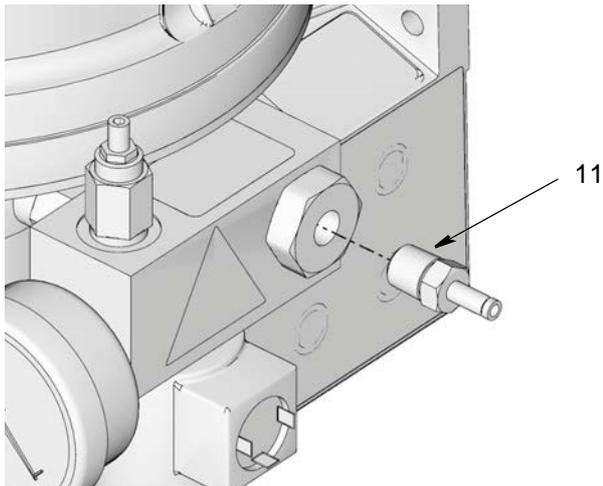

FIG. 8
5. Gewindedichtmittel auf das Gewinde des Rohrendeadapters auftragen und Adapter (11) in den Ventilauslass installieren. (FIG. 8).
- Gewindedichtmittel auf das Gewinde des Rohrendeadapters auftragen und Adapter (11) in den Ventilauslass installieren. (FIG. 8).